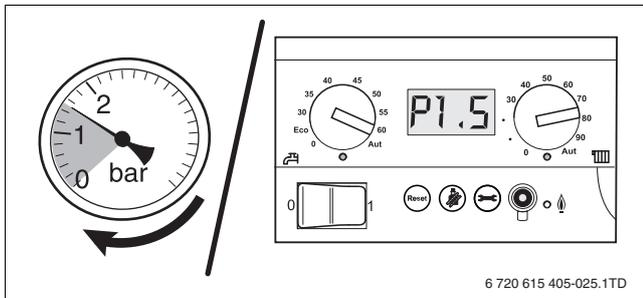

Bild 7 Druckanzeige analog/digital
- ▶ Wasserhahn vorsichtig öffnen und die Heizungsanlage langsam bis 1,5 bar befüllen. Dabei Druckanzeige für den Heizkreis beachten (→ Bild 7).
- ▶ Betriebsdruck am Display des Bedienfeldes (→ Bild 7) erneut ablesen. Wenn der Druck unter 1,0 bar liegt, muss die Heizungsanlage, wie oben beschrieben, weiter aufgefüllt werden.